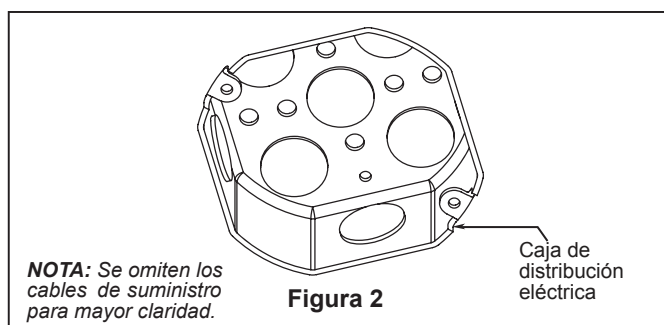

Figura 2
### Uso de perfil profundo (Figura 2)
Es fundamental que la caja de distribución eléctrica y los tornillos estén bien asegurados a la estructura armada y que sean capaces de soportar una carga de, al menos, 15,9 kg (35 lb). Si los tornillos no están correctamente colocados, el ventilador podría caerse. (Figura 2)
1. Ajuste bien la caja de conexiones del techo apta para soporte de ventilador en la estructura armada. Caja de conexión no se suministra con el ventilador. (Figura 2)
**NOTA:** Configure el interruptor de la luz y la manilla del control instalado en la pared en la posición desactivado (0) antes de alambrado el ventilador.
2. Configure el interruptor de la luz y la manilla del control instalado en la pared en la posición desactivado (0).
3. Realice las conexiones de los cables y fíjelo con las tuercas de los cables suministrados. (Figura 2)
2. Presione hacia arriba el anillo de la cubierta de tornillos para ocultar los tornillos. Así, las pestañas de montaje se coloquen en las ranuras con muescas ubicadas en la cubierta del techo entre los tornillos. (Figura 2)
2. Instale la ensamble de la placa de iluminación en el soporte utilizando las dos ranuras principales de conexión. Vuelva a colocar el tercer tornillo y asegure los tres tronillos. (Figura 2)
2. Funciones de control de pared: (Figura 2)